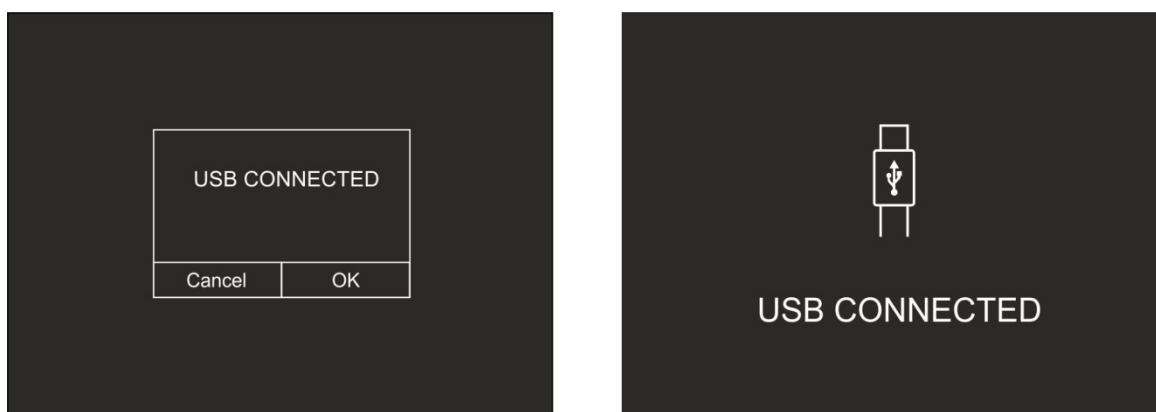

Fig. 13: Connexion de l'instrument au PC
3. Connectez l'instrument à votre PC à l'aide du câble USB fourni. La page-écran de la Fig. 13 - partie gauche s'affiche à l'écran :
4. Confirmez avec « OK » pour activer la connexion ou appuyez sur « Cancel » pour revenir au menu principal. La page-écran de la Fig. 13 - partie droite s'affiche et l'instrument n'accepte aucune commande